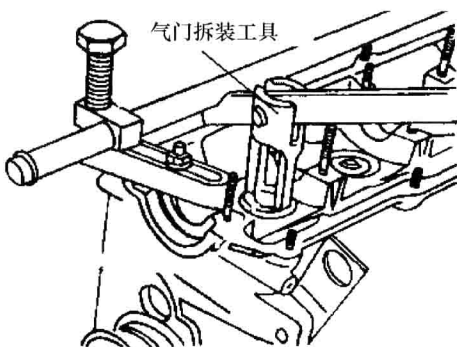

图 1-8 用专用工具拆卸气门
(1) 取下挺杆体, 按顺序放好。
(2) 如图 1-8 所示, 用专用工具将气门弹簧座压下, 取下气门锁片, 拆出气门弹簧。
(3) 取下气门弹簧座、气门弹簧、气门油封和气门, 并按顺序放好, 不可混乱。
(1) 采用如图 1-8 所示的专用工具, 将气门、气门弹簧等组件装入汽缸盖。再装入挺杆体。
(2) 润滑配气凸轮轴承表面, 安装凸轮轴和轴承盖, 先交替对角拧紧 2、4 号轴承盖, 拧紧力矩为 $20\text{N} \cdot \text{m}$; 后安装 1、3、5 号轴承盖, 拧紧力矩为 $20\text{N} \cdot \text{m}$ 。注意: 安装凸轮轴时, 第一缸的凸轮必须朝上; 安装凸轮轴轴承时, 要保证孔的上下部分对准。
(3) 将半月键安装到凸轮轴上, 安装凸轮轴同步带轮, 并拧紧到 $100\text{N} \cdot \text{m}$ 。